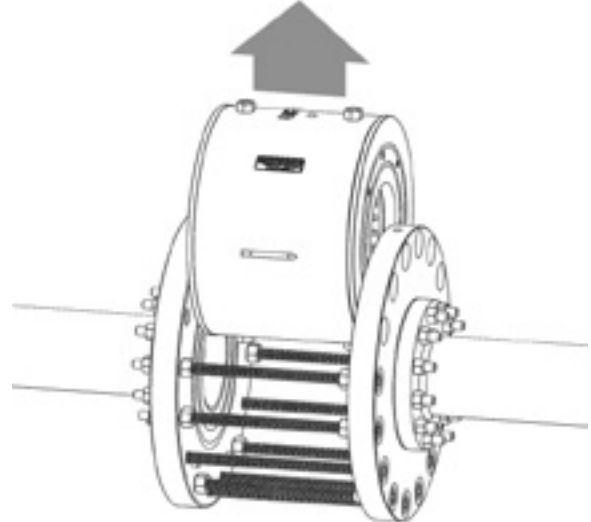

Abbildung 9 – Heben Sie die Rumpfbaugruppe aus der Leitung.
5. Heben Sie die Rumpfbaugruppe unter Verwendung der Hebeösen am Rumpf der Druckentlastung aus der Leitung, wie in Abbildung 9 unten gezeigt.